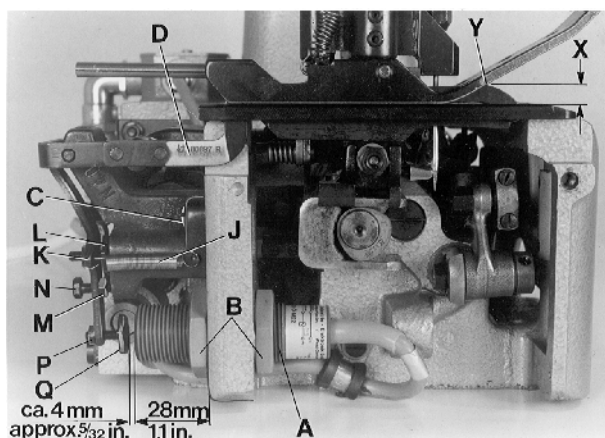
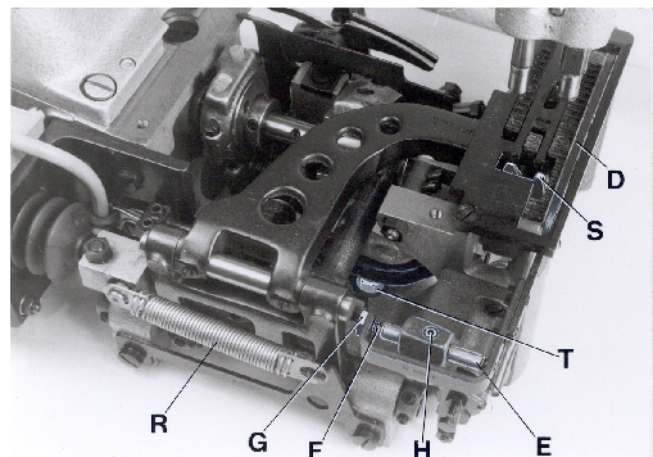

Fig. 14
Fig. 15
Remove cloth plate and left end cover. Mount the electronic proximity switch (A, Fig. 14) to the dimension of 28 mm (1.1"), as shown in Fig. 14.
The feeler (D, Figs. 14 and 15) is adjusted initially with the two fastening screws (C, Fig. 14) for the feeler support bracket.
The feeler (D, Figs. 14 and 15) should not have any lateral play but should turn readily. For this, adjust the centering shaft (E, Fig. 15) with centering screw (F) and lock nut (G) accordingly.
Loosen screw (H, Fig. 15) and center the feeler (D) in the throat plate and presser foot slot, by moving the centering shaft (E) laterally. The feeler must turn readily. Retighten screw (H).
Hang in tension spring (J, Fig. 14).
The feeler should be set as high as possible. The dimension (X, Fig. 14) between upper throat plate surface and upper edge of feeler at the bag entrance zone, should not be less than 7 mm (.276") on styles 80800R, RL, S and SL, and not less than 7.5 mm (.295") on styles 80800TL, TAL, U, UA, UL and UAL.
For adjustment loosen nut (K, Fig. 14) and turn-off screw (L), so that the head of screw does not contact the magnet in the feeler support bracket. Loosen nut (M) and turn the feeler stop screw (N) in or out, as required, to adjust the correct feeler height.
NOTE: When the presser foot rests on the throat plate (feed dog below throat plate), the distance between upper edge of feeler and lower edge of the feeler slot cut-out in the presser foot (see Y, Fig. 14) should be approx. 1 mm (.040") on styles 80800R, RL, S and SL, and approx. 2 mm (.080") on styles 80800TL, TAL, U, UA, UL and UAL.
Secure the set feeler height with lock nut (M, Fig. 14).
Entfernen Sie die Stoffplatte und das linke Abschlußblech. Montieren Sie den elektronischen Annäherungsschalter (A, Fig. 14), wie in Fig. 14 gezeigt, auf das Maß 28 mm.
Mit den beiden Befestigungsschrauben (C, Fig. 14) für den Taster-Lagerbock wird der Taster (D, Fig. 15 und 15) vorläufig ausgerichtet.
Der Taster (D, Fig. 15 und 15) darf kein seitliches Spiel haben, muß sich aber ganz leicht drehen. Stellen Sie dazu die Zentrierachse (E, Fig. 15) mit dem Zentrierstift (F) und die Kontermutter (G) entsprechend ein.
Lösen Sie die Schraube (H, Fig. 15) und vermitteln Sie den Taster (D) durch seitliches verschieben der Zentrierachse (E) im Stichplatten- und Drückerfußschlitz. Der Taster muß sich frei bewegen können. Ziehen Sie die Schraube (H) wieder an.
Hängen Sie die Zugfeder (J, Fig. 14) ein. Der Taster soll so hoch wie möglich eingestellt sein. Das Maß (X, Fig. 14) zwischen Stichplattenoberfläche und Tasteroberkante in der Sackeinlaufzone darf bei den Maschinen 80800R, RL, S und SL nicht kleiner als 7 mm und bei den Maschinen 80800TL, TAL, U, UA, UL und UAL nicht kleiner als 7,5 mm sein.
Zur Einstellung lösen Sie die Mutter (K, Fig. 14) und drehen die Schraube (L) soweit zurück, daß der Schraubenkopf den Magneten im Taster-Lagerbock nicht berühren kann. Lösen Sie die Mutter (M) und drehen Sie die Taster-Anschlagschraube (N) entsprechend ein oder aus bis die richtige Tasterhöhe erreicht ist.
BEACHTEN SIE: Wenn der Drückerfuß auf der Stichplatte aufliegt (Transporteur unter der Stichplatte), soll zwischen Oberkante Taster und Unterkante Tasteraussparung im Drückerfuß (siehe Y, Fig. 14) bei den Maschinen 80800R, RL, S und SL ein Abstand von etwa 1 mm und bei den Maschinen 80800 TL, TAL, U, UA und UAL ein Abstand von etwa 2 mm sein. Sichern Sie die eingestellte Tasterhöhe durch Kontern der Mutter (M, Fig. 14).
The switching pressure on the feeler is set with screw (K, Fig. 14).
NOTE: The closer the head of screw (K, Fig. 14) to the magnet the higher the switching pressure on the feeler. Secure the position of screw (K) with lock nut (L).
The electrical switching point of the proximity switch (A, Fig. 14) is determined by screw (Q, Fig. 14). The distance between screw head and the face of the proximity switch is approx. 4 mm (5/32") (see Fig. 14), when the feeler is in home position. This distance of 4 mm (5/32") is not exactly the same for all switches. Connect the machine electrically. With feeler in home position set the proper switching point as follows:
Loosen nut (P, Fig. 14). Turn screw (Q) away from switch, until the switch switches on. Then turn screw (Q) slowly towards the switch, until the switch switches off. Now turn screw (Q) a further 1/2 turn towards the switch. Secure this position of screw (Q) with lock nut (P).
When the solenoid on styles 80800R and S or the air cylinder on styles 80800RL and SL for the chain cutter (S, Fig. 15) is not activated and the chain cutter is in its home position below the throat plate, the knife tips of the chain cutter (S) should be positioned 0.5 mm (.020") below the throat plate top surface.
To obtain this setting, adjust the knife lever stop screw with lock nut (T, Fig. 15) in the bottom of the bed casting accordingly. The slotted thread end of screw (T) is accessible from the bottom of the bed casting for adjustment.
In cutting position, above the throat plate, the cutting edges of the chain cutter (S, Fig. 15) should overlap by 0.3 mm (.012") to assure a proper thread chain cutting.
On styles 80800R and S with solenoid operated chain cutter the core of solenoid (C, Fig. 16) must rest firmly on the solenoid (D) while adjusting the overlapping of the knife cutting edges of the chain cutter. Unhook pull-back spring (R, Fig. 15) and press the solenoid rod against the solenoid until the core of solenoid (C, Fig. 16) butts on the solenoid (D). Loosen nut (A, Fig. 16) and move clamp (B) on the solenoid rod to the left or right, until the cutting edges overlap approx. 0.3 mm (.012"). Retighten nut (A) and replace pull-back spring (R, Fig. 15).
Der Schalldruck am Taster wird mit der Schraube (K, Fig. 14) eingestellt.
BEACHTEN SIE: Je näher der Schraubenkopf der Schraube (K, Fig. 14) am Magneten ist, umso höher ist der Schalldruck am Taster, Sichern Sie die Stellung der Schraube (K) durch Kontern der Mutter (L).
Mit der Schraube (Q, Fig. 14) wird der elektrische Schaltpunkt des Annäherungsschalters (A, Fig. 14) bestimmt. Der Abstand zwischen Schraubenkopf und Stirnfläche des Annäherungsschalters beträgt in Ruhestellung des Tasters etwa 4 mm (siehe Fig. 14). Dieser Abstand von 4 mm ist nicht bei allen Schaltern genau gleich. Schließen Sie die Maschine elektrisch an. Der genaue Schaltpunkt wird in Ruhestellung des Tasters wie folgt eingestellt: Lösen Sie die Mutter (P, Fig. 14). Drehen Sie die Schraube (Q) vom Schalter weg bis der Schalter einschaltet. Dann drehen Sie die Schraube (Q) langsam zum Schalter hin, bis der Schalter ausschaltet. Drehen Sie dann die Schraube (Q) noch 1/2 Umdrehung weiter zum Schalter hin. Sichern Sie die Stellung der Schraube (Q) durch Kontern der Mutter (P).
Wenn der Elektromagnet bei den Maschinen 80800R und S, oder der Luftzylinder bei den Maschinen 80800RL und SL für die Kettenschere (S, Fig. 15) nicht aktiviert ist und die Kettenschere in ihre Ausgangslage unter der Stichplatte ist, sollen die obersten Messerkanten der Kettenschere (S) etwa 0,5 mm unter der Stichplattenoberfläche stehen.
Stellen Sie dazu die Messerhebel-Anschlagschraube mit Kontermutter (T, Fig. 15) unten im Gehäuseguß entsprechend ein. Das geschlitzte Gewindeende der Schraube (T) ist zur Einstellung von der Unterseite des Gehäuse aus zugänglich.
In Schneidstellung über der Stichplatte sollen sich die Messerschneiden der Kettenschere (S, Fig. 15) etwa 0,3 mm überlappen, damit die Fadenkette einwandfrei abgeschnitten wird.